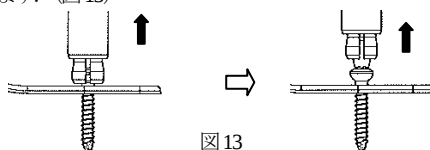

図13
- 13) 2.7 コーティカルスクリューを挿入していき、スクリューホルダーがプレートに当たったところで、ホルダーの外筒を持ち手側へ引き寄せます。さらにホルダーの中軸を持ち手側へ引き寄せ、スクリューを露出させ、挿入していきます。(図13)